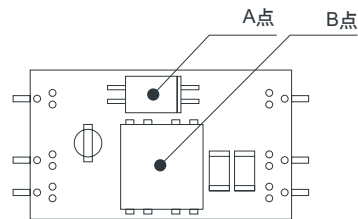

图8.7 强制风冷时的温度测量点
①SU3
■强制风冷时，应充分通风，确保图8.7中A点的温度不超过115°C、B点的温度不超过120°C。